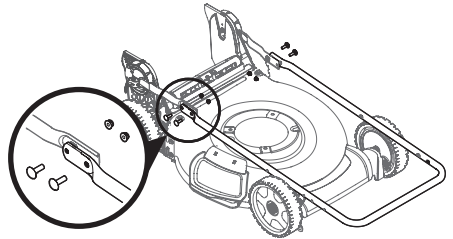

Figure 12
4. Utilisez les quatre boulons de carrosserie et les écrous retirés à l'étape 1 pour fixer les deux parties du guidon. Serrez-les bien pour fixer le guidon (Figure 12).